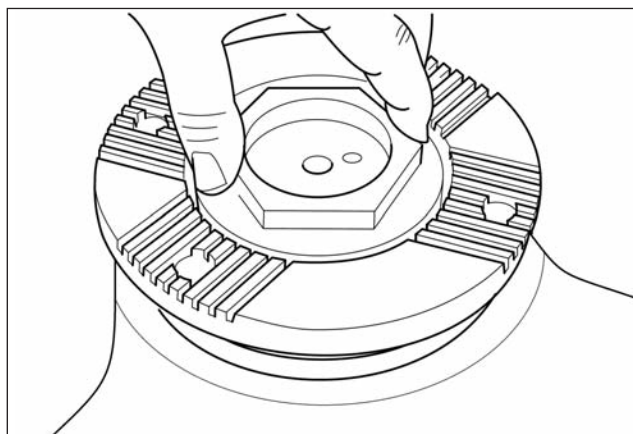

Fig. 4.13
8. Refit flange and pinion nut. (Fig. 4.13)